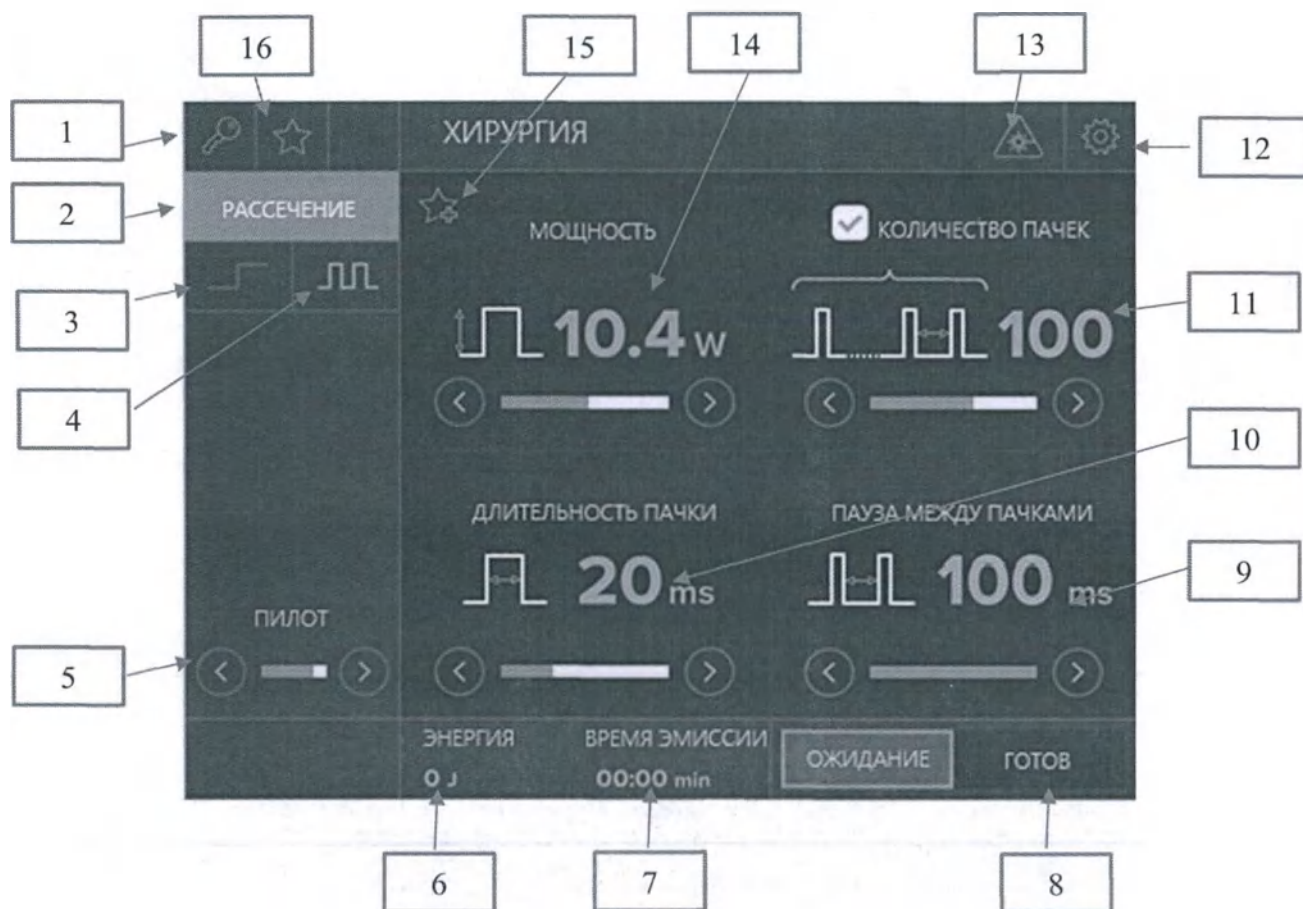

Рис. 16. Экран установки параметров лазерного излучения в режиме пачек
Для перехода в состояние «ГОТОВ» (рис. 17) Аппарата, в котором может быть осуществлена эмиссия лазерного излучения необходимо нажать кнопку «ГОТОВ» (6) (рис. 16) на экране установки параметров лазерного излучения.
Для сохранения пользовательского режима необходимо на экране установки параметров лазерного излучения (рис. 16) нажать кнопку (15).
Перед сохранением проверьте установленные параметры лазерного излучения (рис. 16).
Для просмотра и загрузки режимов, сохраненных ранее, необходимо нажать кнопку (6) (рис. 16).